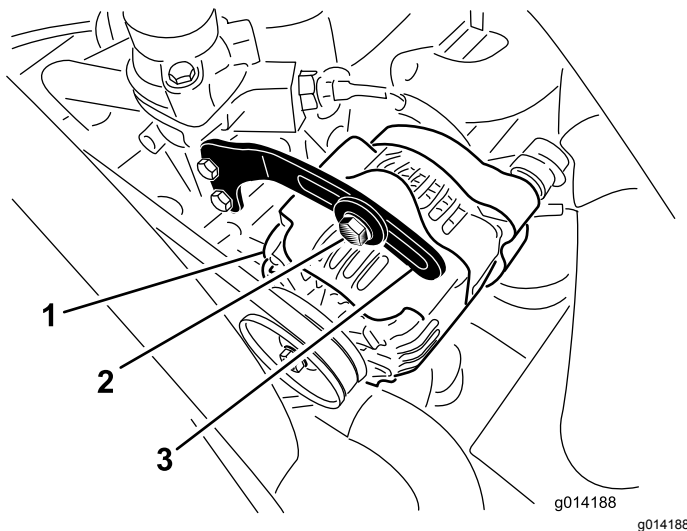

Figura 49
2. Verifique a tensão da correia do alternador, premindo-a (Figura 49) até meio caminho entre as polias do alternador e do cárter com uma força de 10 kg.
3. Desaperte o parafuso que prende o suporte ao alternador (Figura 49) e o parafuso da articulação do alternador.